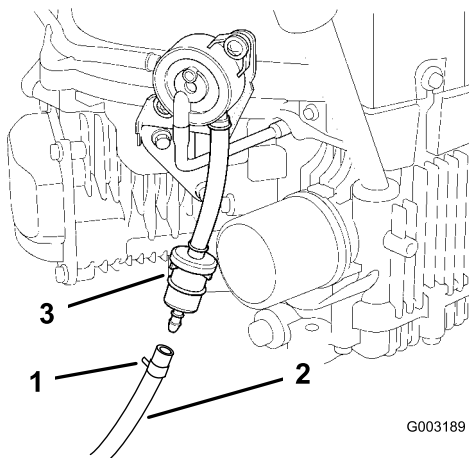

Figura 41
5. Allentate la fascetta stringitubo e spostatela in alto sul tubo del carburante, lontano dalla valvola di intercettazione del carburante (Figura 41).
6. Togliete i tubi del carburante dal filtro del carburante (Figura 41).
8. Collegate il tubo del carburante al filtro del carburante. Infilate la fascetta vicino al filtro del carburante, per fissare il tubo del carburante (Figura 41).
4. Premete le estremità delle fascette stringitubo ed allontanatele dal filtro (Figura 41).
6. Montate il nuovo filtro con la direzione della freccia del flusso proveniente dal serbatoio del carburante e rivolta verso il motore ed avvicinate le fascette stringitubo al filtro (Figura 41).